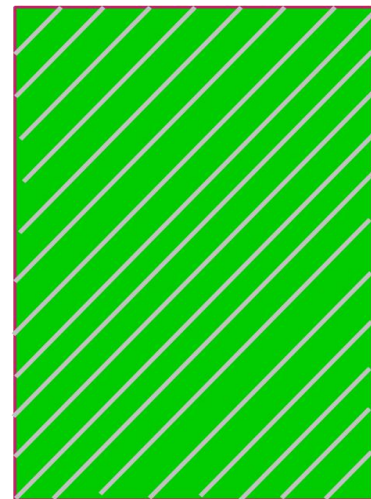

Figure 13. Oblique mura
3.1.3.ELA Mura - oblique mura:(figure 13)